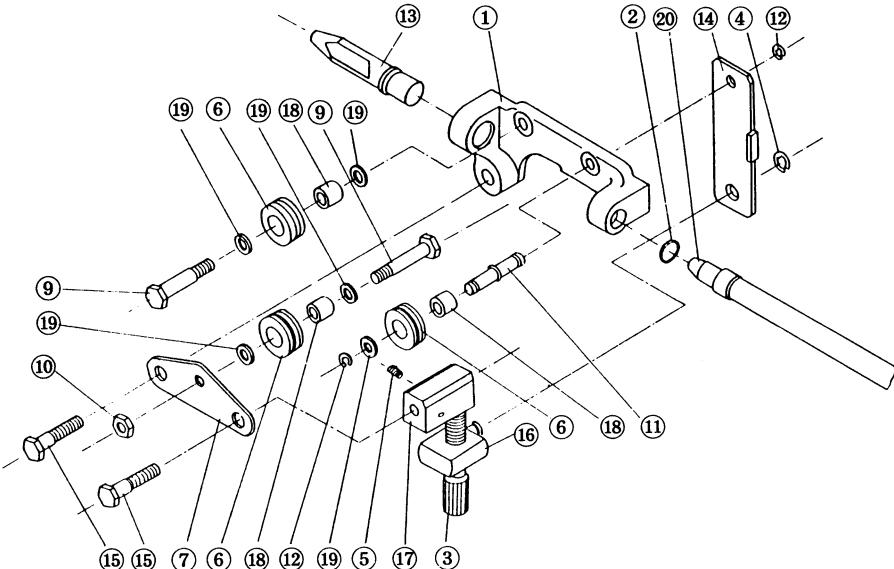

図14.5 ワイヤストレートナアセンブリ(U1290D00)
14.5 ワイヤストレートナ、インレットガイド (図14.5参照)